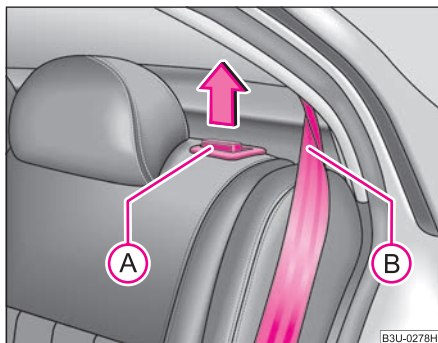

Fig. 71 Deblocarea spătarului
- Trageți butonul de deblocare **(A)** ⇒ fig. 71 și rabatați în față spătarul scaunului din spate.